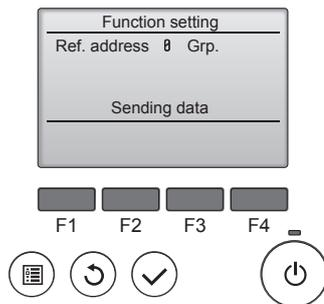
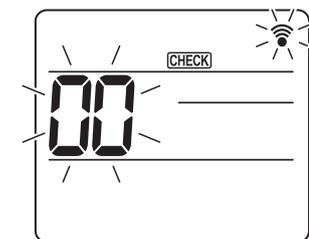
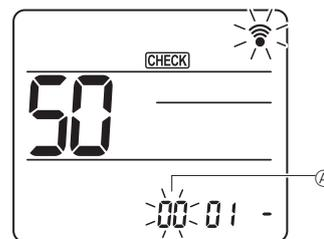
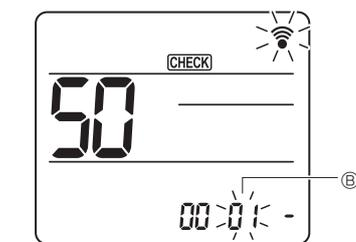

Fig. 6-15
Fig. 6-16
Fig. 6-17
Fig. 6-18
- ⑤ (Fig. 6-15)
- ① Vaya al modo de selección de función
- [CHECK] (COMPROBAR) se ilumina y "00" parpadea. (Fig. 6-16)
- ② Configuración del número de unidad
- Pulse el botón [↓] para seleccionar el número de unidad ①. (Fig. 6-17)
- ③ Seleccione un modo
- Pulse el botón [↓] para seleccionar el número de modo ②. (Fig. 6-18)